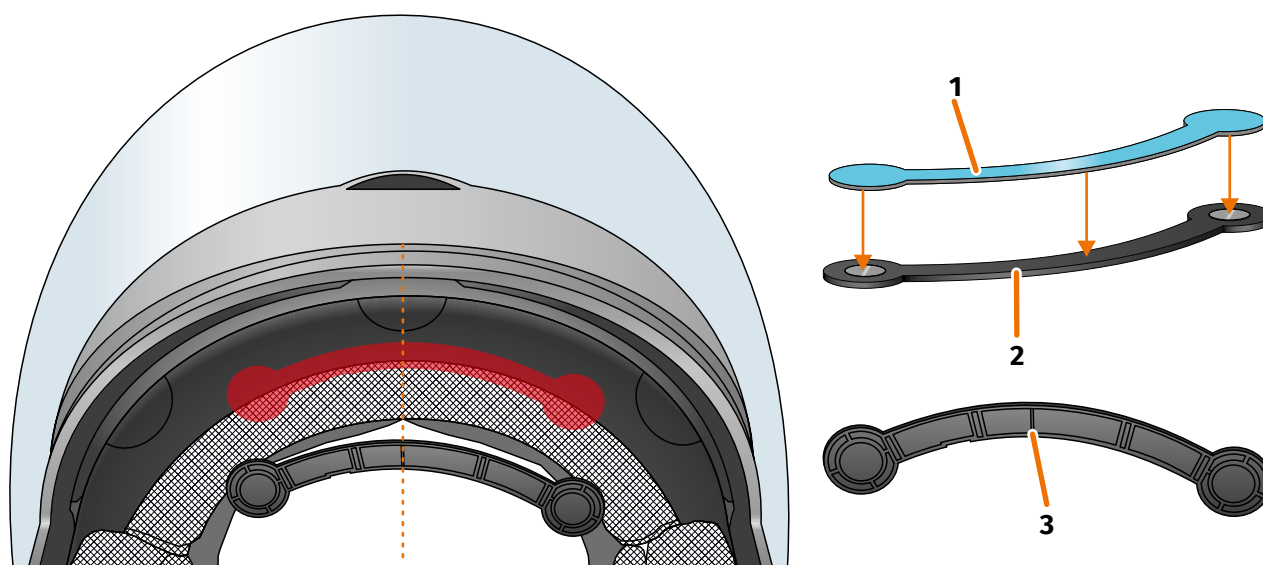

FIGURA 11 // Montar o adaptador de capacete estreito com pastilha adesiva
1. Aplique a pastilha adesiva grande (FIGURA 11/1) do lado do adaptador de capacete, no qual são visíveis os ímãs.
2. Coloque o adaptador de capacete (FIGURA 11/2) na parte frontal do capacete entre a concha interior e a concha exterior (FIGURA 11/marcação vermelha). A marcação na parte inferior do adaptador de capacete (FIGURA 11/3) deve situar-se numa linha imaginária entre o centro do capacete e o centro do seu rosto (FIGURA 11/linha tracejada). Assegure-se de que o adaptador de capacete não colide com a viseira.